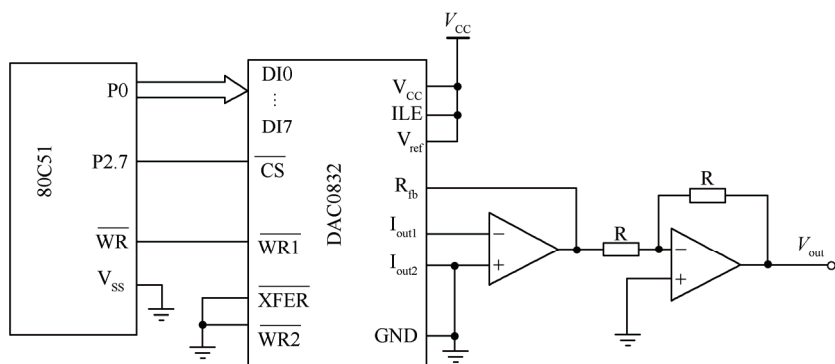

图 10.19 硬件连接原理图
10.9 在 5V 电压的工作系统中, 硬件连接如图 10.19 所示, VCC 工作为 5V, 单片机工作时钟为 12MHz, 机器周期为 1μs; DAC0832 的  $\overline{CS}$  连接 80C51 的 P2.7, 所以其地址的最高位为 0, 其他位任意。为了能够尽量避免与其他地址冲突, 可以人为设置其地址为 7FFFH。此外, 图中使用了两个运放, 前级用来转换电流成电压, 后级用来把负电压变成正电压输出。